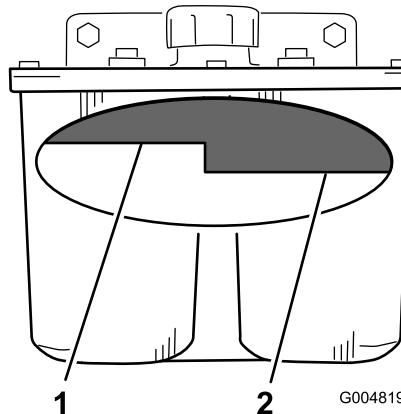

Figure 83
3. Nettoyez la surface autour du goulot de remplissage du réservoir hydraulique (Figure 83).
4. Enlevez le bouchon du goulot de remplissage et vérifiez qu'il ne reste plus de liquide dans le réservoir en regardant à l'intérieur (Figure 83).
Remarque: Lorsque l'huile est chaude, le niveau de liquide doit atteindre le haut du repère « à chaud » sur le déflecteur (Figure 83).